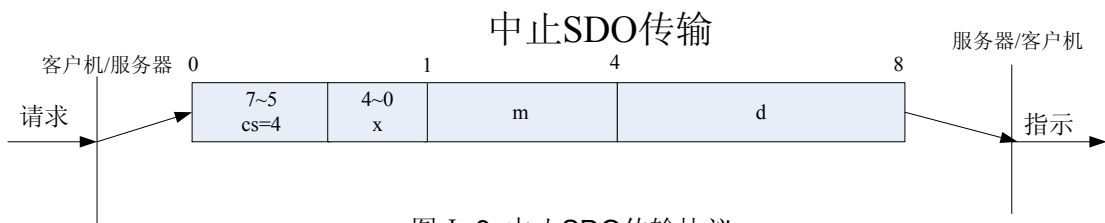

图 I -3 中止SDO传输协议
3) .中止SDO传输(如图 I -3所示)
图 I -3中, cs: 客户机/服务器命令, =4: 表示SDO段传输中止。在SDO段传输中止报文中, 数据字节1和2表示对象索引, 字节3表示子索引, 字节4到7包含32位中止码, 描述中止报文传送原因, 见表 I -1所示, 表 I -1中“中止代码”一栏为十六进制数, “代码功能描述”一栏为该十六进制数代表的意义。